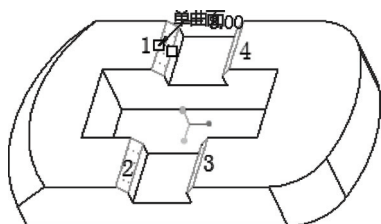

图 8-59 选择要编辑的 4 个倒角
- 7) 先选择图 8-59 所示的倒角 1, 接着在按住 <Ctrl> 键的同时分别选择倒角 2、3 和 4。